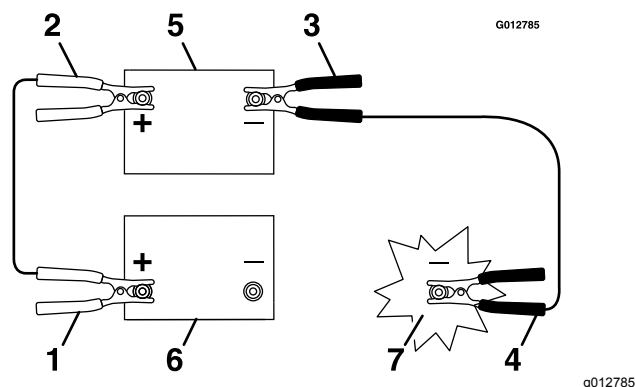

Figura 49
3. Collegate il cavo positivo (+) al morsetto positivo (+) della batteria scarica collegata all'avviatore o al solenoide come illustrato in Figura 49.